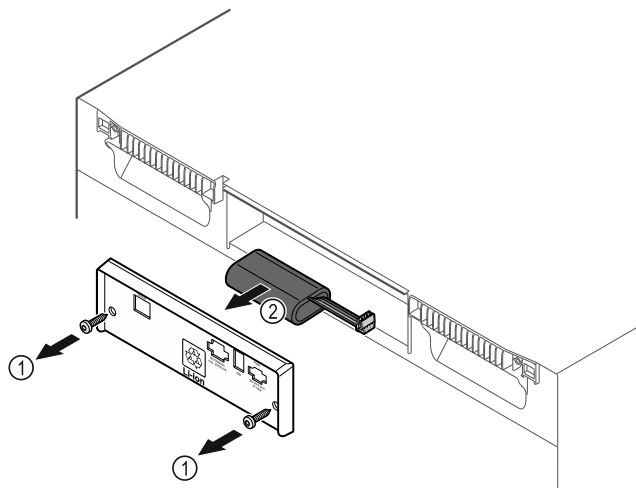

Fig. 174
► Schroeven eruit draaien en het afdekplaatje aan de achterkant van het apparaat verwijderen Fig. 174 (1).
► Batterij ontkoppelen en verwijderen Fig. 174 (2).